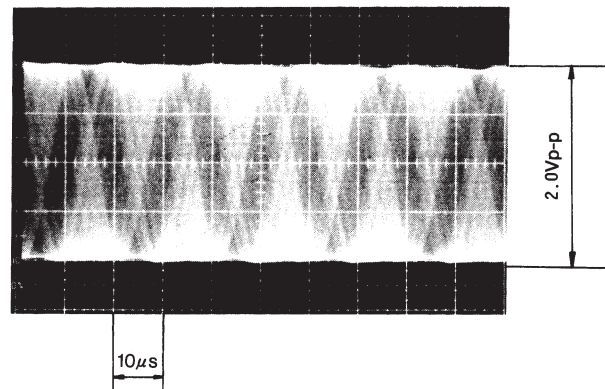

Fig. 7
- ⑥ 再度VR-2ボリュームを調整し、Fig.7に示すように正弦波の振幅が1.9 Vp-p~2.1 Vp-pになるようにします。Fig.7は理想的に調整された状態を示します。